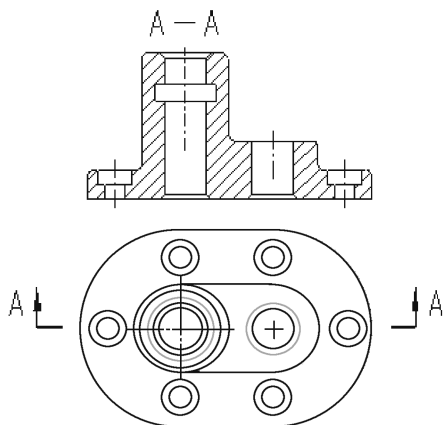

图 10-135 显示中心线
(22) 切换至【注释】选项卡，按照前面例题讲述的方法显示如图 10-135 所示中心线。